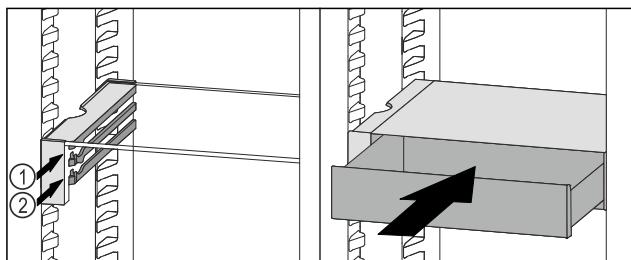

Fig. 134
- Поставете чекмеджето на VarioSafe зад ограничителите върху желаното ребро Fig. 134 (1) или Fig. 134 (2).